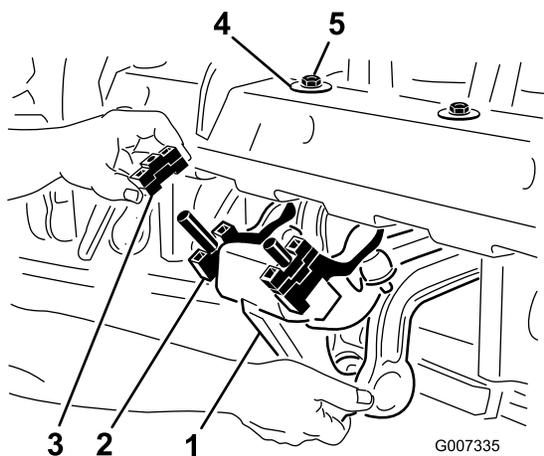

Figura 25
1. Togliete i 2 dadi di bloccaggio (1/2 poll.) che fissano il gruppo ammortizzatore Rotalink al sottoscoeca del telaio della testa di carotaggio (Figura 25).
2. Abbassate il gruppo ammortizzatore per esporre i distanziali (Figura 25).
- Montate nuovamente il gruppo ammortizzatore sul telaio della testa di carotaggio. Accertatevi che la rondella D sia montata contro il telaio della testa di carotaggio, come illustrato nella Figura 25. Fissate i 2 dadi di bloccaggio.